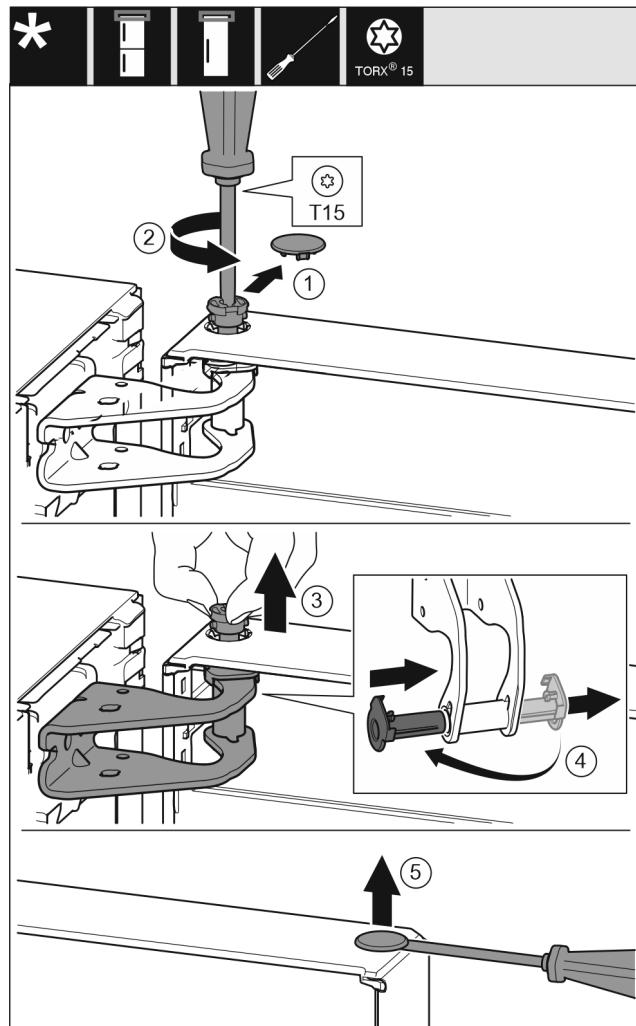

Fig. 9
- ▶ Desprindeți cu precauție apărătoarea siguranței. Fig. 9 (1)
- ▶ Extragăti puțin bolțul prin rotire cu șurubelnita T15. Fig. 9 (2)
- ▶ Tineți ferm ușa și extragăti bolțul cu degetele. Fig. 9 (3)
- ▶ Extragăti cuzinetul din ghidaj. Introduceți din partea opusă și fixați în poziție. Fig. 9 (4)
- ▶ Ridicați cu precauție dopul din cuzinetul ușii cu o șurubelnită plată și extrageți-l. Fig. 9 (5)